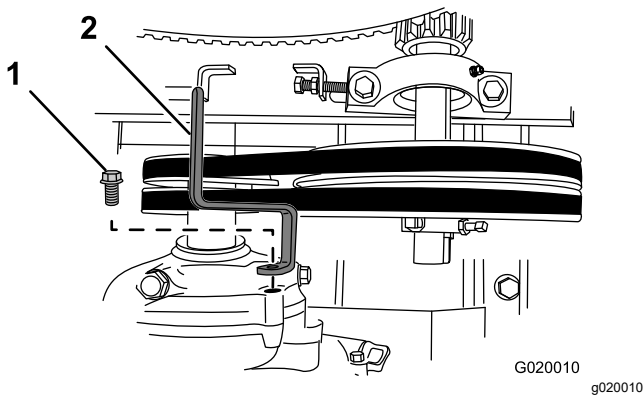

Figure 64
6. Retirez le boulon qui fixe le guide-courroies au moteur, et déposez le guide (Figure 64).
10. Fixez légèrement le guide-courroies au moteur (Figure 64) avec le boulon retiré à l'opération 6 de Remplacement des courroies \(page 45\).